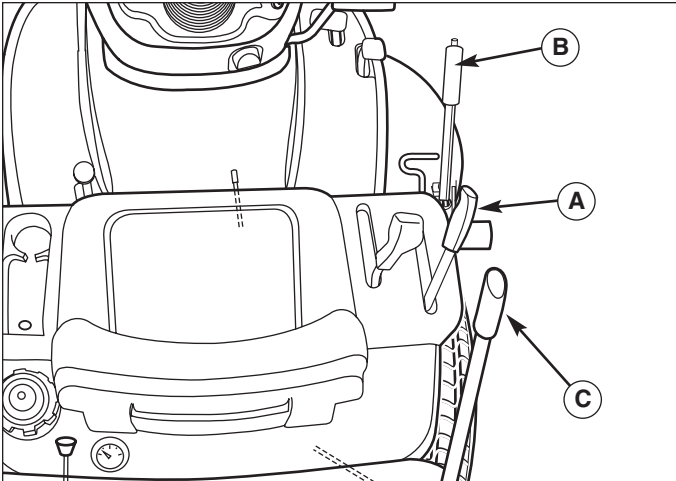

Abb. 8. Mähwerk anheben u. absenken
2. Das Mähwerk mithilfe der Mähwerk-Höheneinstellung in die niedrigste Schnittposition bringen (B. Abb. 8).
3. Den Hubhebel des Mähwerks (A, Abb. 8) in die abgesenkte Position bringen.
3. Die Mähwerk-Höheneinstellung (B, Abb. 8) in die niedrigste Schnittposition bringen. Den Hubhebel des Mähwerks (A) in die niedrigste Position bringen. Das Mähwerk unter die rechte Seite des Traktors schieben, sodass die Mähwerkaufhängung auf die vordere Traktoraufhängung ausgerichtet ist.